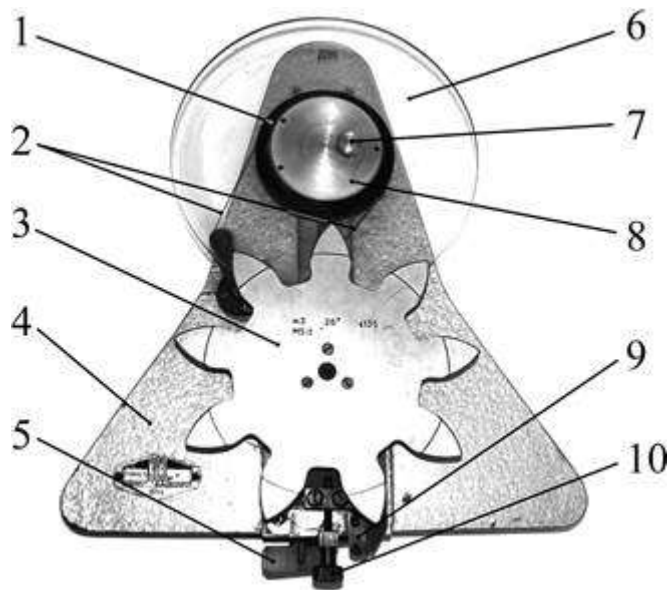

Рис. 4. Прибор ТММ–47М для демонстрация принципа изготовления зубчатых колес методом обкатки долбяком
На рис. 4 изображен прибор ТММ–47М для демонстрации принципа изготовления зубчатых колес методом обкатки долбяком. Прибор состоит из вращающегося столика (1) с верхним диском (6), служащим для имитации заготовки зубчатого колеса, а также вращающегося устройства (3) для имитации движения режущего инструмента-долбяка. Столик и долбяк смонтированы на литом основании (4). При нажатии клавиши (5) столик с диском и долбяк, связанные гибкой связью (2) поворачиваются на один шаг и на бумаге карандашом от руки обводится контур зубьев долбяка. Вращая винт (10) можно смещать исходный контур долбяка и вычерчивать исправленный профиль зубьев.